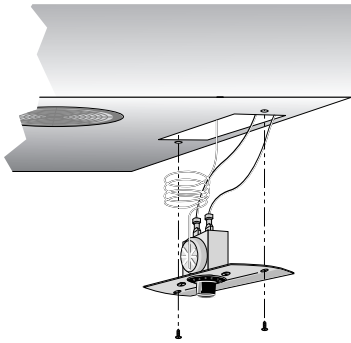

Abb. 1. Greifen Sie auf das Gehäuse der Regelung zu.
3. Greifen Sie vorsichtig auf das Gehäuse der Temperaturregelung zu (siehe Abb. 1).